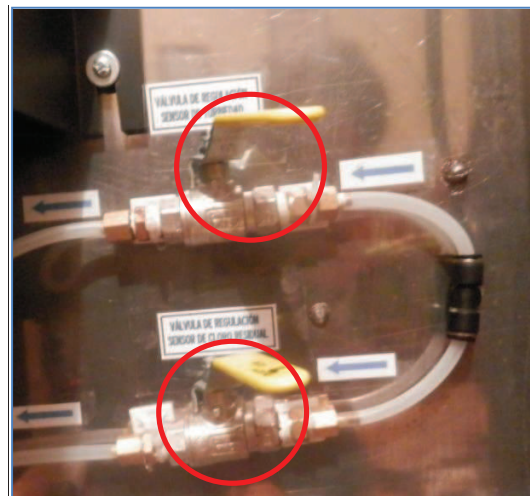

Figura 21. Válvulas de Regulación
8. Presionar ENCENDER BOMBA, se activa la bomba empezando con la succión del agua, entonces se procede a abrir las válvulas de la Figura 21, las mismas que son:
5. Colocar en posición de cerrado las válvulas de regulación de la Figura 21 y también las válvulas de desagüe de la Figura 30. Entonces el módulo puede ser transportado.